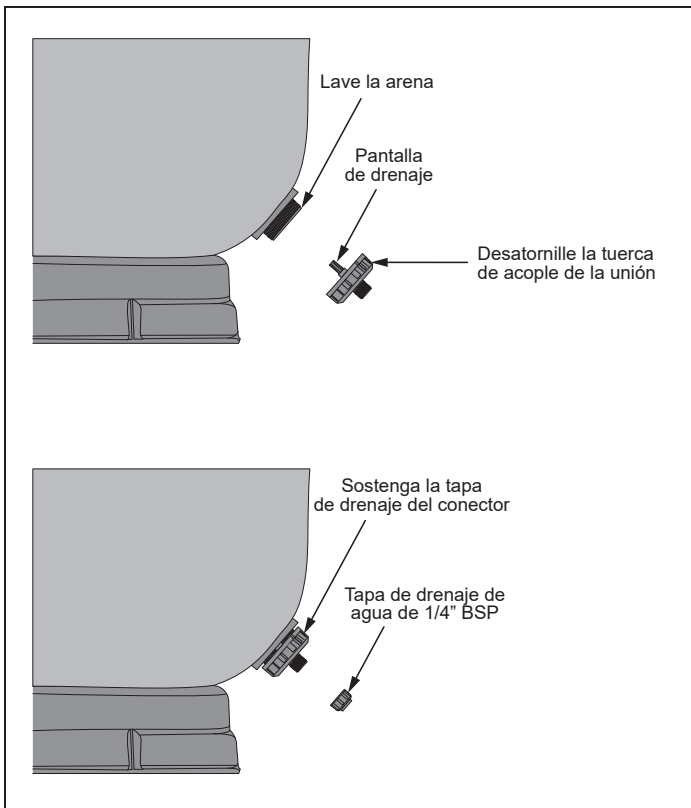

Figura 11. Válvula de drenaje
Cualquier tubería adicional instalada en el drenaje de agua debe ser extraíble para facilitar la extracción de los demás componentes de drenaje. Deje espacio suficiente para la extracción de la arena del filtro. Consulte la Figura 11.
- El drenaje del tanque más grande es un acople de unión universal. La extracción de la arena es más fácil sin restricciones adicionales en este acople. Sin embargo, si se desea que una pieza corta de tubería dirija la arena que se enjuaga en dirección contraria de la base del filtro, es posible usar un apéndice universal y una tuerca de unión. Consulte la Figura 11.